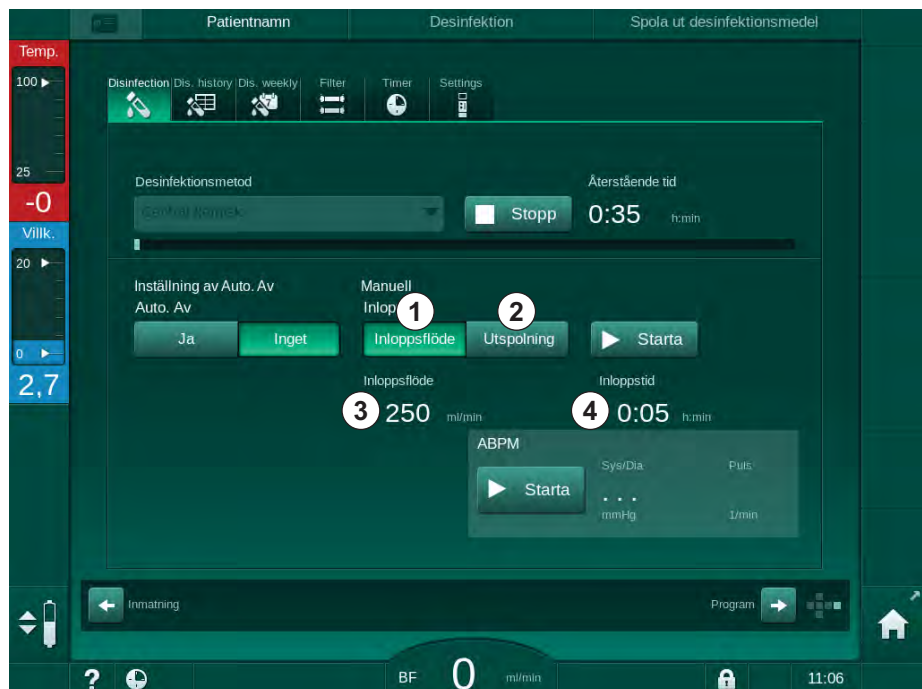

Bild 7-10 Central manuell kemisk desinfektion
I den första delen av denna desinfektionsmetod tas desinfektionsmedel från den centrala vattenförsörjningen och pumpas genom maskinen (Bild 7-10 , ① ). Inloppsflöde ③ och inloppstid ④ är förinställda i läget *Användarkonfiguration*. Inloppsförsörjningen stoppas när den förinställda tiden har löpt ut.